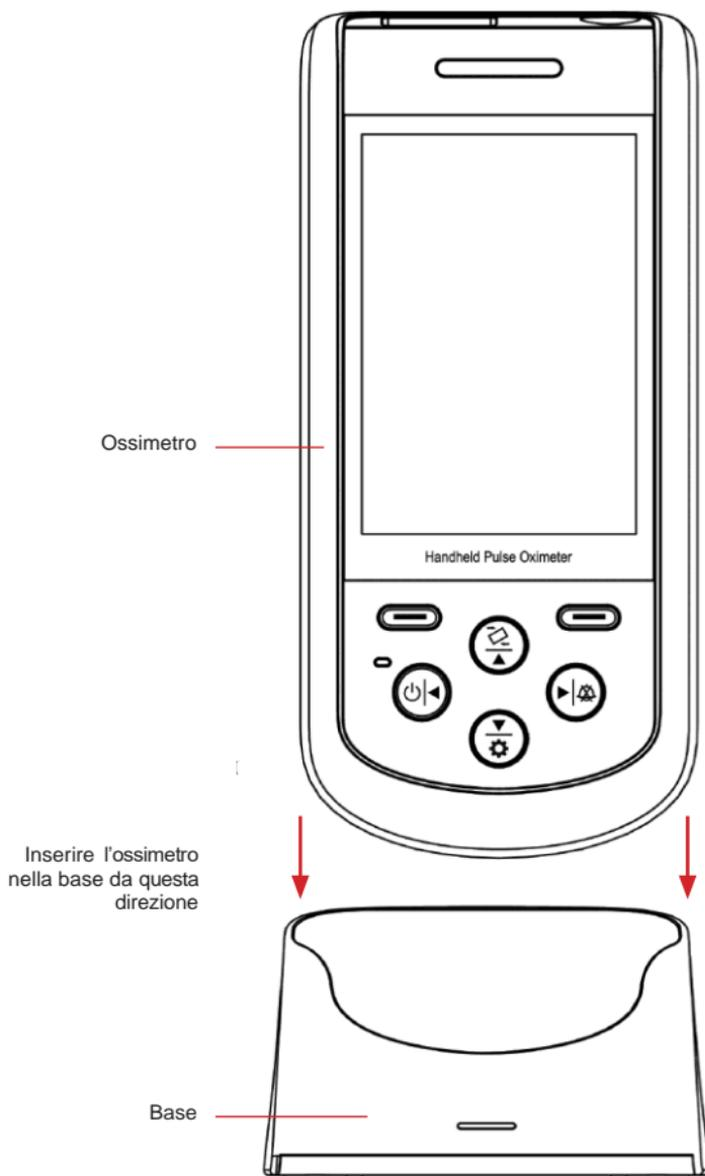

Figura 2.2 Collegamento tra ossimetro e base
- 2) Inserire correttamente il dispositivo nella base caricabatterie, e fare attenzione ai segni di polarità, come mostrato nella figura 2.2.